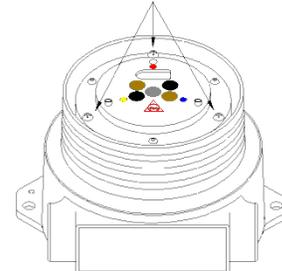

Figura 2-8
6. Afloje los tres tornillos cautivos en el “disco” del módulo del detector (consulte la figura 2-8).